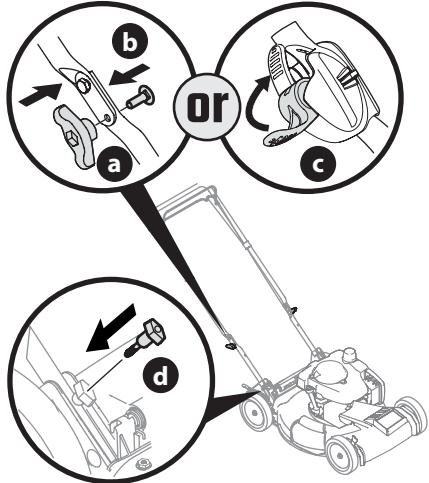

Figure 4
5. Replacez les boutons étoile ou les écrous papillon (a) et les boulons de carrosserie (b) retirés à l'étape 2 dans les trous de la partie inférieure du guidon ou placez les loquets (c) dans la position de verrouillage. Voir Figure 4.
6. Insérez les boulons à oreilles (d), retirés à l'étape 4, dans les supports du guidon et dans la partie inférieure. Voir Figure 4. Serrez bien les boulons pour fixer le guidon.